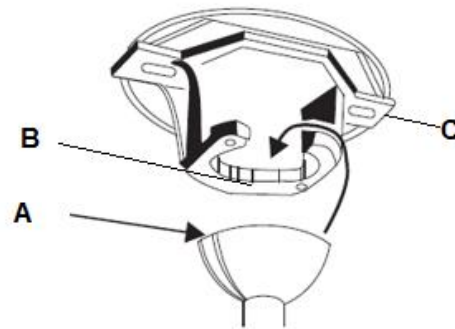

Abb. 6
Setzen Sie den kompletten Ventilator in die Halterung ein. Die Sicherungsnut (A) der Kugelaufhängung muss in den Anschlag (B) der Halterung (C) greifen, um ein Verdrehen des Ventilators im Betrieb zu verhindern. (Abb. 6)
- Hängen Sie den Ventilator auf (siehe „Aufhängen des Ventilators“ Abb. 6 auf Seite 6).